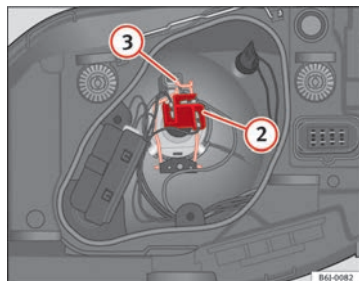

Fig. 158 Feu de croisement/de route projecteur simple
- Retirez le connecteur ⇒ fig. 158 ② de l'ampoule.
- Décrochez le ressort entrebâilleur ⇒ fig. 158 ③ en le pressant vers l'intérieur et vers la droite.